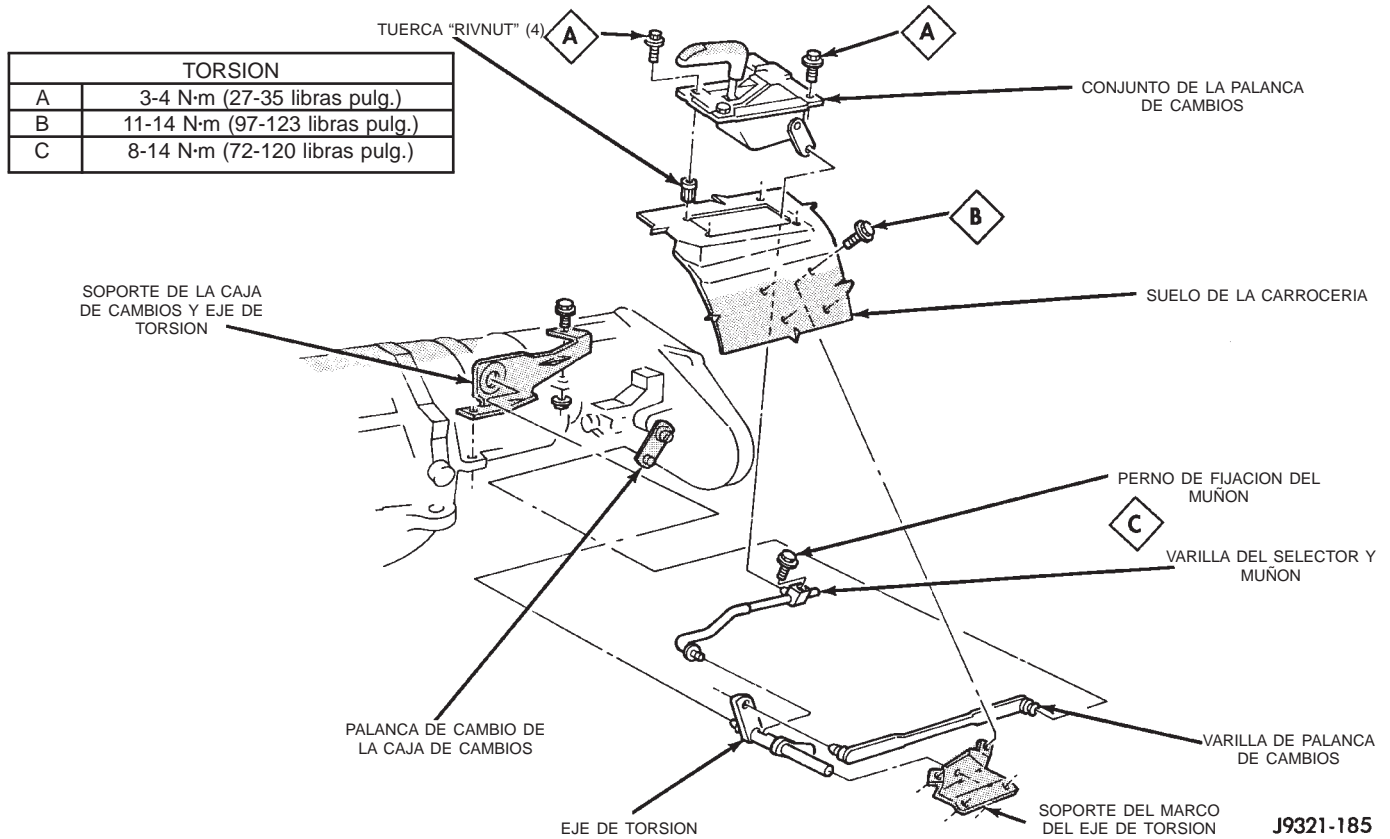

Fig. 3 Articulación de la palanca de cambios
(1) Conmute la caja de cambios a 4L.
(2) Eleve el vehículo.
(3) Afloje la contratuerca del muñón de ajuste y deslice la varilla de cambio de marcha para extraerla del muñón (Fig. 3). Si la varilla no tiene suficiente recorrido para salir del muñón, extraiga el muñón del eje de torsión.
(4) Baje el vehículo.
(5) Retire la consola. Para informarse de los procedimientos apropiados, consulte el grupo 23, Carrocería.
(6) Retire los tornillos que fijan el conjunto de palanca al suelo de la carrocería y retire el conjunto y la varilla de cambio de marcha (si se dejó conectada).